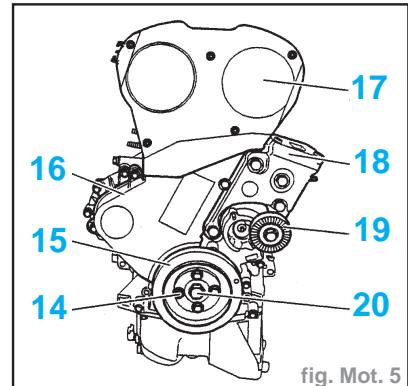

fig. Mot. 5
- Déposer (fig. Mot. 5) :
- les vis (14)
- la poulie (15)
- le galet tendeur (19)
- le support moteur (18)
- le carter supérieur de distribution (17)
- le carter inférieur de distribution (16)
- desserrer la vis (20)